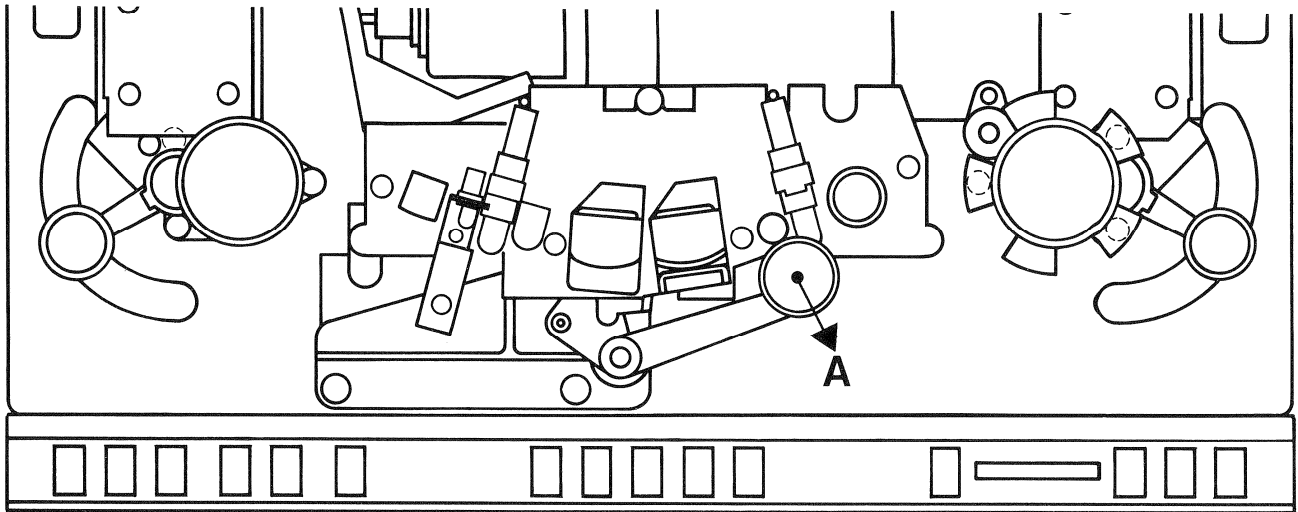

Fig. 3.3.-1
- An der Andruckrollen-Achse (Deckel von der Achse losschrauben) einen Nylonfaden einhängen und mit einer Federwaage in Richtung A (Fig. 3.3.-1) ziehen bis die Andruckrolle von der Tonwelle abhebt. Die Federwaage muss 1 ... 1,3 kp (10 ... 13 N) anzeigen.